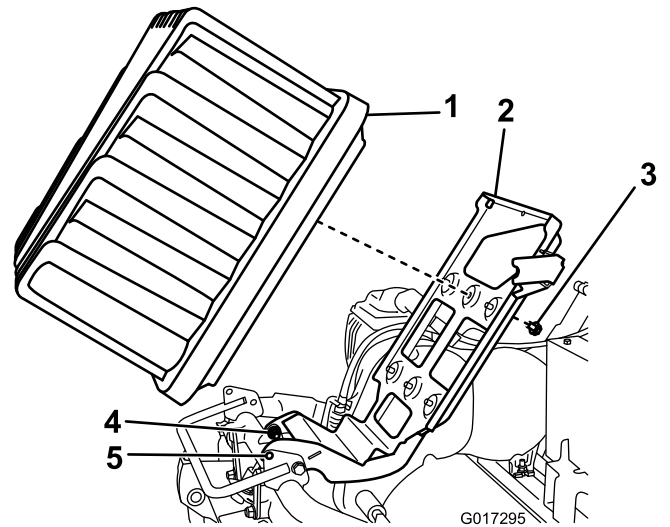

Figura 9
6. Sollevare la piattaforma della batteria fino ad allineare i fori di bloccaggio alla base e sul telaio (Figura 9). Fate scorrere un cacciavite o un'altra barra di acciaio attraverso i fori per tenere la piattaforma sollevata.
5. Allentate i 2 dadi/bulloni di rotazione di mezzo giro ciascuno (Figura 9).